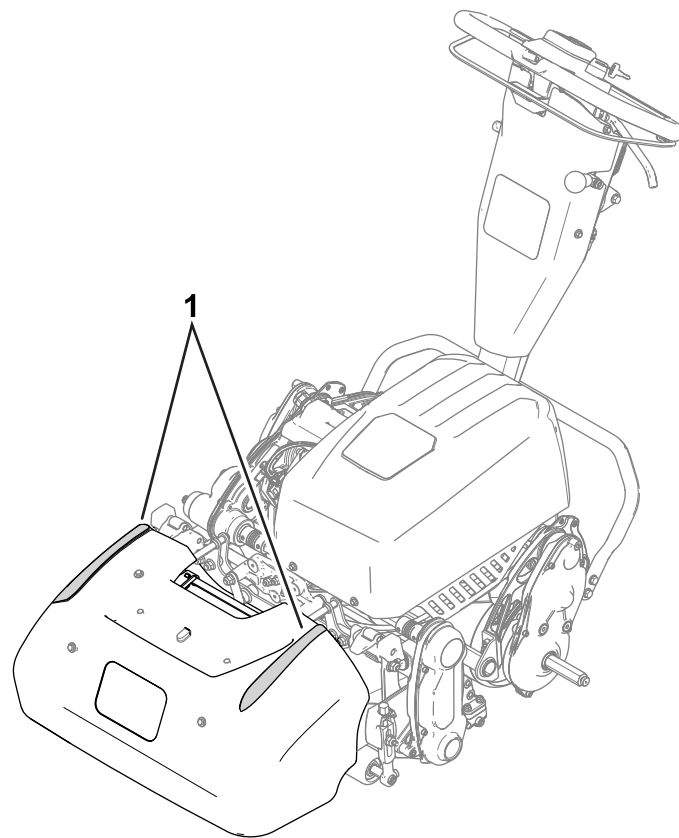

図 15
- 真っ直ぐに刈るコツの一つは、集草バスケットについているマークを目安にして、となりの刈り跡と平行に、常に一定の距離をおいて歩くことです 図 15。